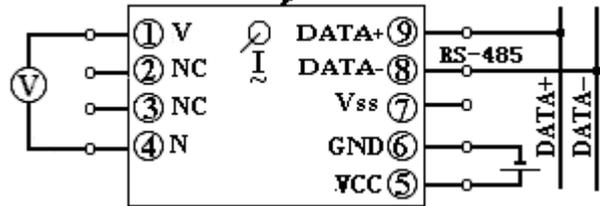

图 3.1.2 三隔离 S3 型产品接线参考图
3.1.4.2 单相三隔离 S3 型产品接线参考图。见图 3.1.2(Vss 为 RS485 的地)